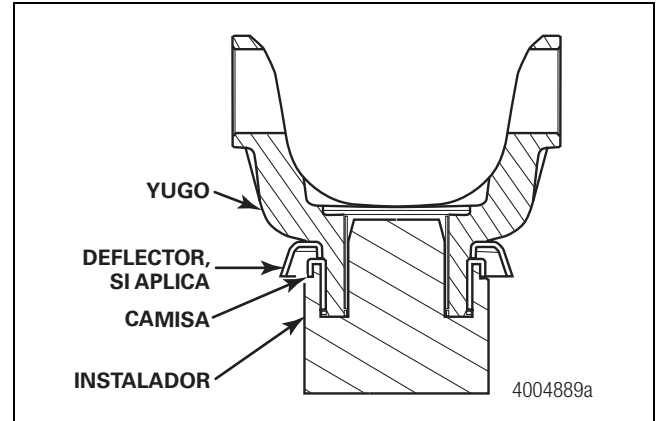

Figura 4
3. Instale el deflector (si corresponde) sobre el yugo. Deberá instalar el deflector antes de instalar la camisa dentro del yugo. Figura 4.